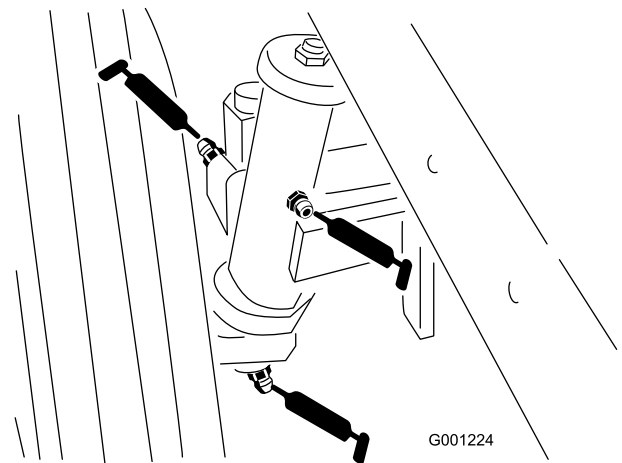

Figure 43
- Bagues de fusée de roue arrière (Figure 43)